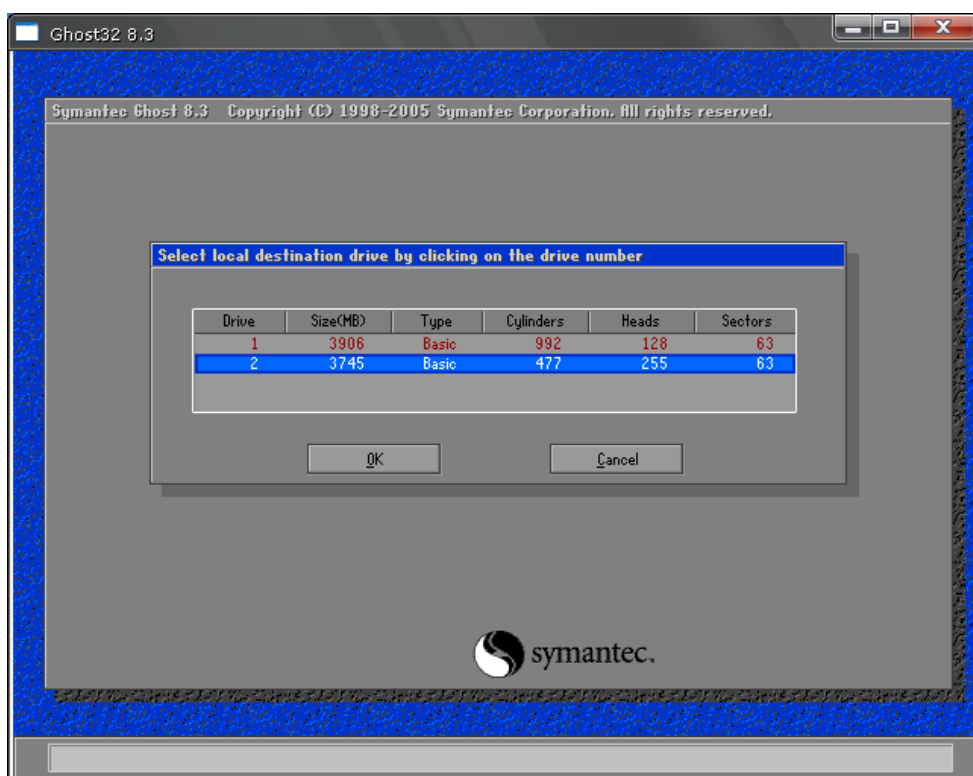
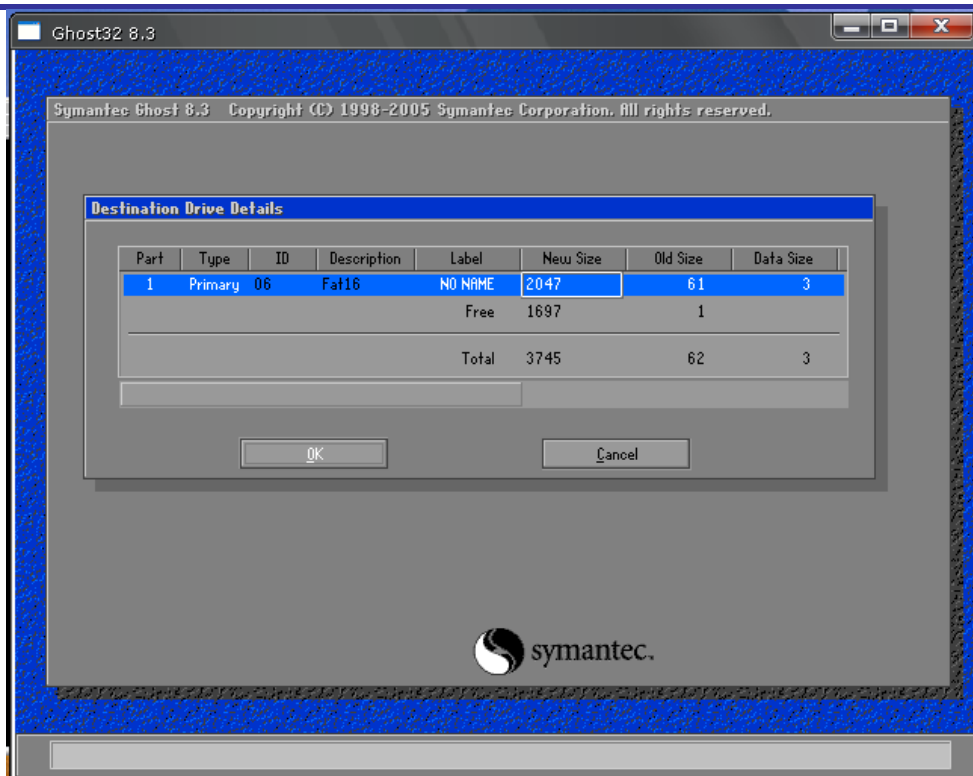

图 7-5 选择 U 盘目标盘
图 7-6 U 盘目标盘详细信息
- (3) 加载好制作 U 盘启动盘所需镜像文件之后回车，出现如图 7-5 所示界面，此界面为选择目标安装盘，我们此处要选的为我们之前插入的 U 盘。选择 U 盘安装盘，回车将出现如图 7-6 所示关于 U 盘的详细信息界面。